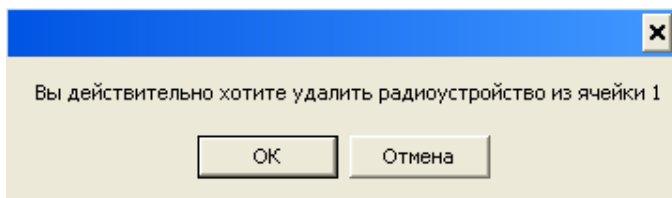

**Рис.25 Положение магнита при добавлении Полюс-Р2 в конфигурацию прибора**
**Внимание!** При добавлении Полюс-Р2 положите магнит возле встроенного магнитного датчика DD2 на плате извещателя (рис. 25 и п.5.7). Иначе состояние магнитного датчика при работе извещателя не будет анализироваться.